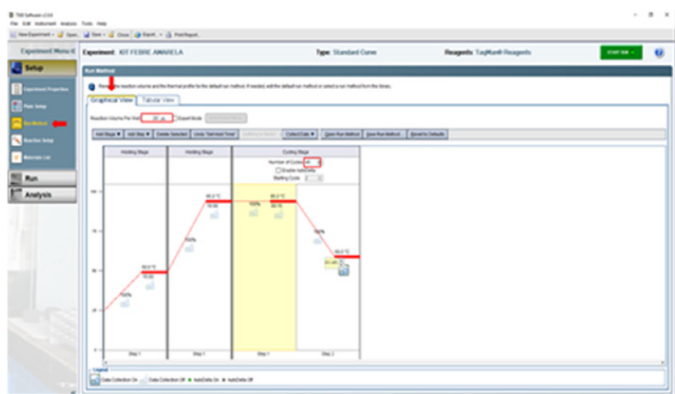

Figura 06: Página Run Method da seção Setup.
- No submenu Run Method, aba Graphical View, alterar o volume de reação para 20  $\mu$ L em Reaction Volume Per Well, conforme Figura 06